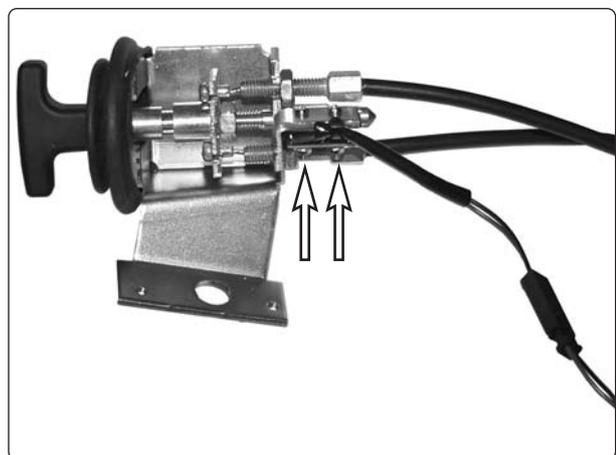

Abb. 18. Der Brementriegelungsschalter ist mit zwei Schrauben befestigt.
6. Bauen Sie den Brementriegelungsschalter aus. Er ist mit zwei Schrauben befestigt, siehe Abb. 18.